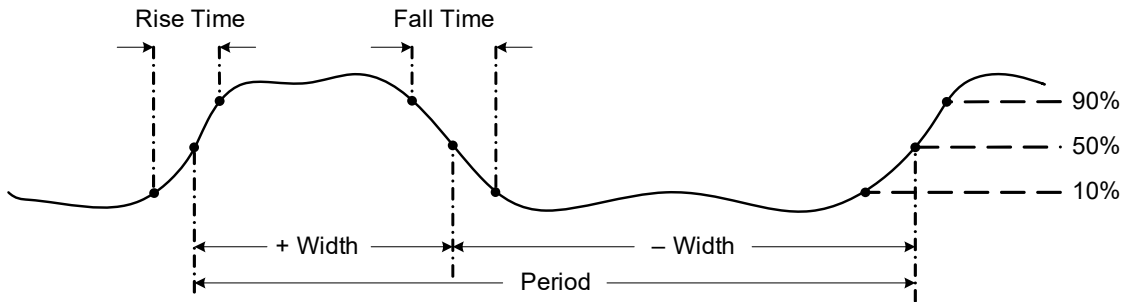

Figure 2-37 Mesures de fréquence, de largeur d'impulsion et de rapport cyclique
- La fréquence désigne le nombre de cycles qu'un signal effectue à chaque seconde. La fréquence se définit comme l'inverse de la période ($1/\text{période}$). La période se définit comme le temps entre les croisements du seuil moyen de deux fronts consécutifs de même polarité, comme illustré à la Figure 2-37.
La fonction de largeur d'impulsion mesure la durée pendant laquelle le signal est faible ou élevé, comme illustré à la **Figure 2-37**. Il s'agit du temps écoulé entre le seuil moyen du front montant et le seuil moyen du front descendant suivant. La forme d'onde mesurée doit être périodique ; sa courbe doit se répéter à intervalles de durée égale.
Le rapport cyclique (ou facteur d'utilisation) d'un train d'impulsions répétitives est le rapport entre la largeur d'impulsion positive ou négative et la période, exprimé sous la forme d'un pourcentage, comme le montre la **Figure 2-37**.